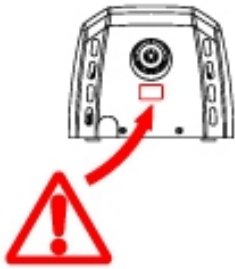

Abbildung 11
- Bei dem gesamten Verkopplungsprozess des Gehäuses an die Basis muss besonders darauf geachtet werden den elektronischen Schaltkreis nicht zu beschädigen, der sich unterhalb der Düse des Handrockners befindet (Abb. 11).